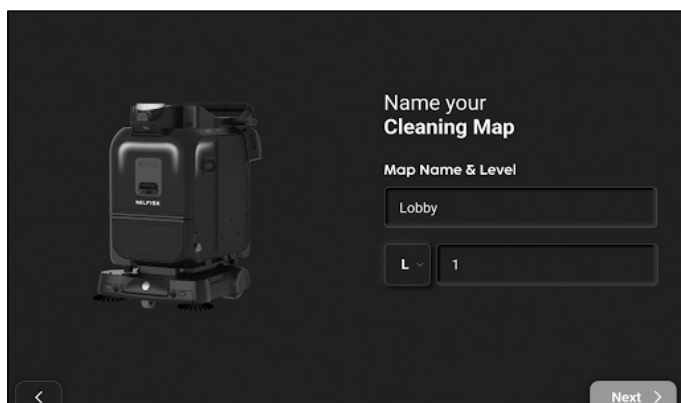

Figure 25
2. Entrez le nom et le niveau de la carte, puis cliquez sur « Suivant » (**Fig. 25**).